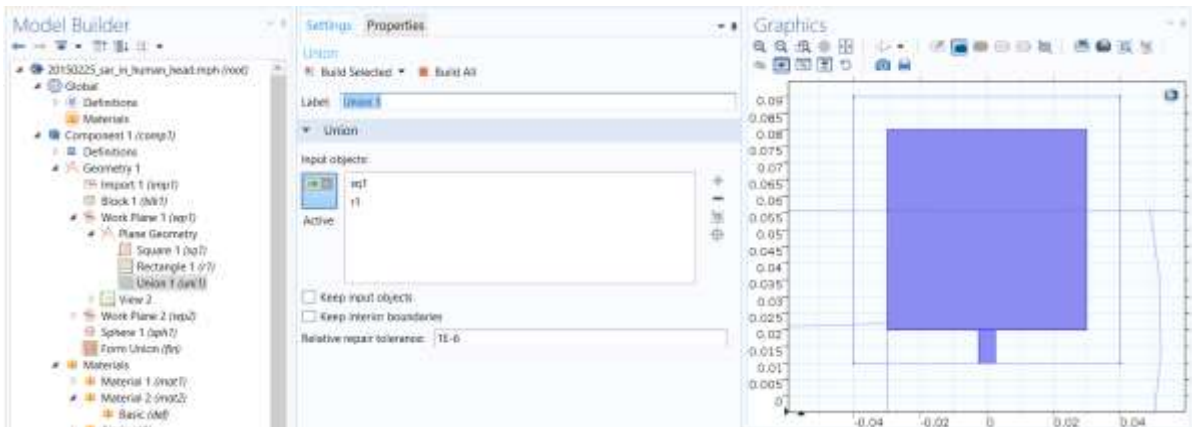

Рис. 11.10. Объединение форм пач-антенны
2. В окне **Setting** для Union, появляется раздел **Union** (рис. 11.10).